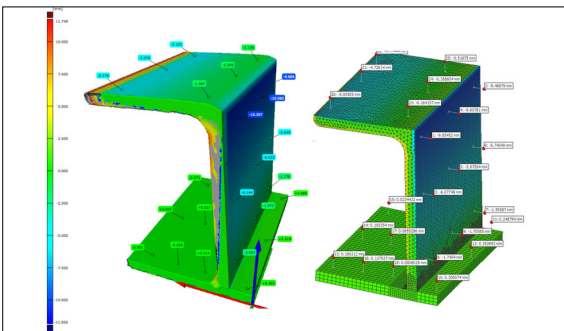

Abbildung 2: Formabweichung Realität-CAD (links), Simulation-CAD (rechts)
**Fazit:** Die Formabweichungen in der Simulation und in der Realität konvergieren mit ausreichender Genauigkeit (Abbildung 2). Die erreichten Ergebnisse sind vielversprechend und zeigen die Machbarkeit der direkten Simulation des Lichtbogenschweisens auf. Es wäre aber gewagt, die Schweissimulation ausschliesslich aufgrund des Winkelverzuges als validiert einzuordnen. Die Validierung sollte zusätzlich mit der Verformung bei Kräfteinleitung, einer Gefügeanalyse oder Spannungsmessungen weiterverfolgt werden. Desweiteren sollen die Versuchs-Schweißarbeiten maschinell und an industriellen Beispielen durchgeführt werden, was die Bestimmung der Input-Parameter zuverlässiger und einfacher machen würde.